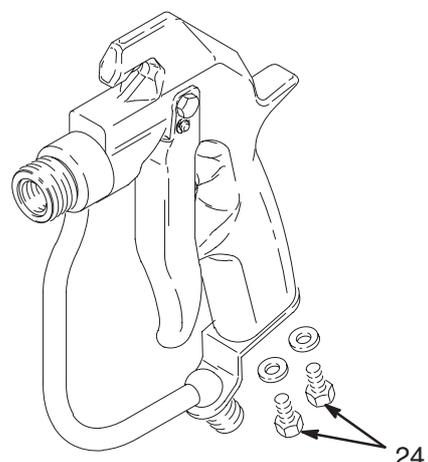

Fig. 19 04733
7. Instale os parafusos (24). Ver Fig. 19.